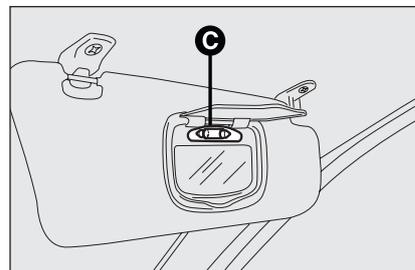

fig. 39
- sostituire la lampada **C-fig. 39** svincolandola dai contatti laterali, accertandosi che la nuova lampada risulti correttamente bloccata tra i contatti stessi.